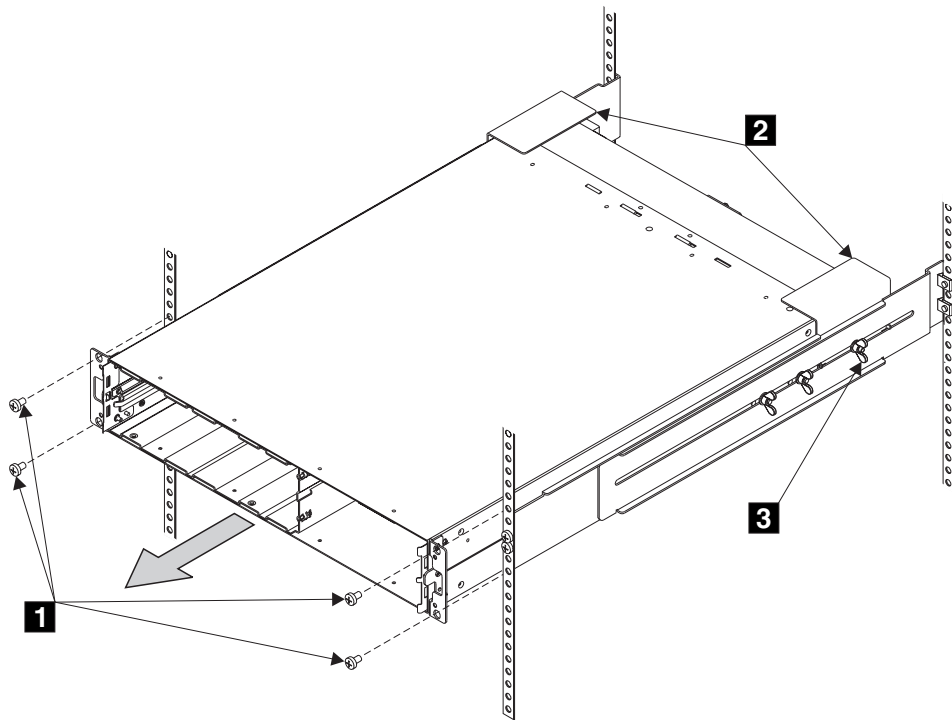

图 110. 卸下不间断电源
7. 在不间断电源的前部，拧开安装螺钉（图 110 中的 **1**）。